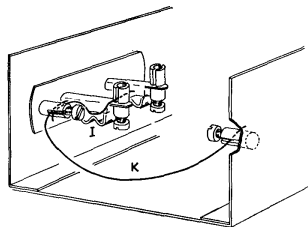

Fig. B21
14. Knip vervolgens de blanke draden I (lengte 3 cm) en K (lengte 9 cm) (fig. B21).